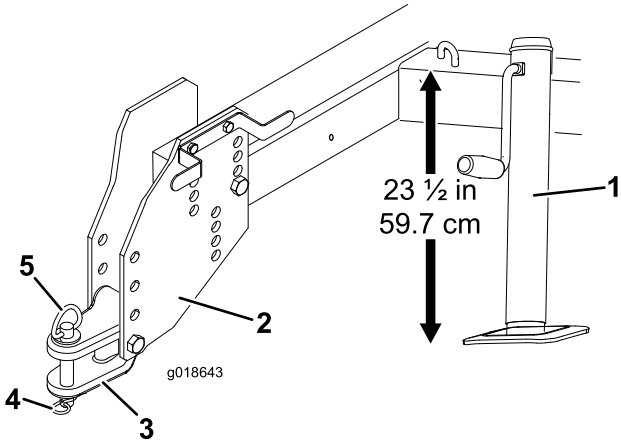

图 3
- 调整支架千斤顶使机架顶部到地面的距离为 59.7cm 图 3。
- 卸下将挂钩牵引杆固定到挂接板上的螺栓和锁紧螺母图 3。
6. 用挂钩销和保险销将挂钩牵引杆连接到主机上图 3。